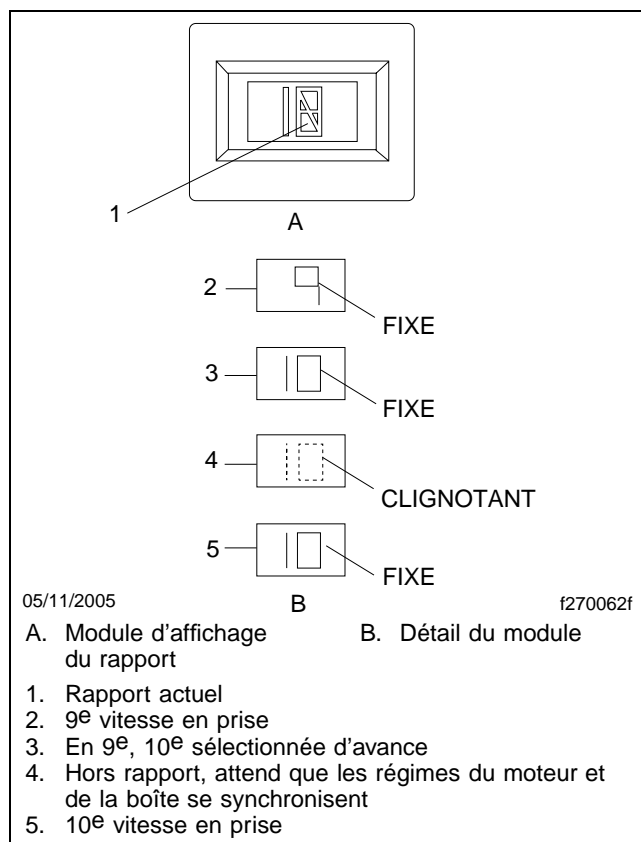

Fig. 8.18, Module d'affichage du rapport
- Le module d'affichage du rapport (**Fig. 8.18**), installé sur le tableau de bord, indique la position du rapport actuel ou l'état de la boîte de vitesses. L'écran affiche aussi, en le faisant clignoter, le rapport suivant à enclencher tandis que la boîte est au point mort pendant le changement de vitesse.
2. Veillez à ce qu'un «N» solide apparaisse sur le module d'affichage du rapport. Consultez la **Fig. 8.18**.